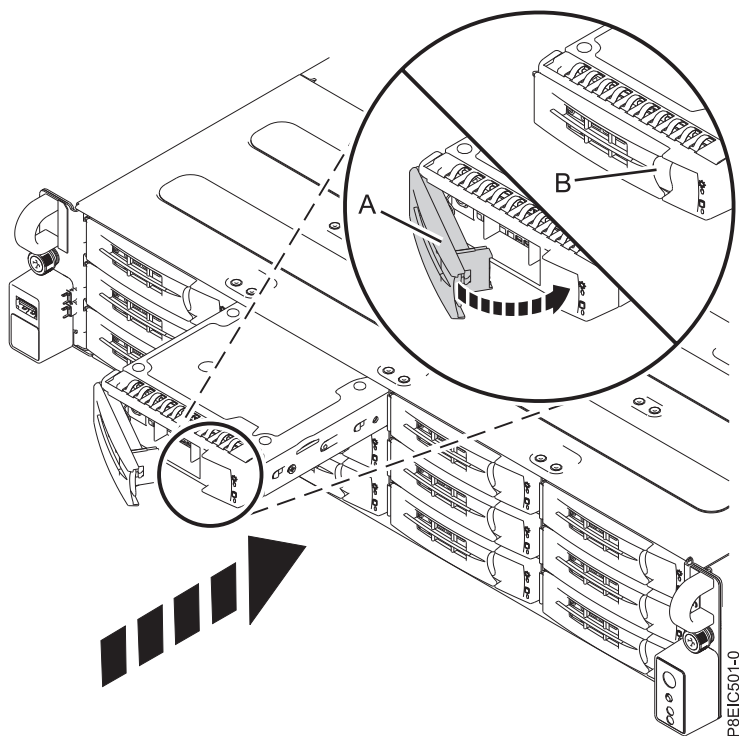

図 12. ドライブ・トレイのハンドルのロック
6. ドライブ・トレイの底面を持って、ドライブ・トレイの位置を合わせます。ドライブ・トレイをスライドさせて、システムの奥まで差し込みます。ドライブ・トレイのハンドル (A) が閉じ始めるまでドライブ・トレイを押し込んでから、ハンドルをロックするまで押し込みます (14 ページの図 12 を参照)。